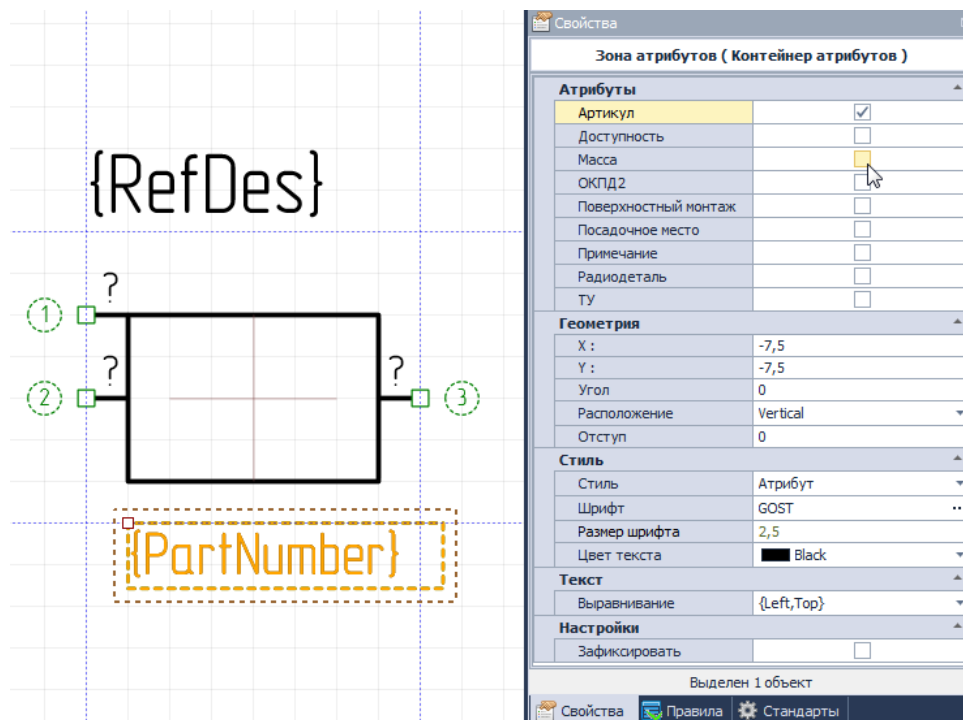

Рис. 8 Настройка зоны атрибутов УГО
1. Выбирается место для атрибутов (зона, обозначенная с помощью прямоугольника, изображенного пунктиром), и открывается панель «Свойства», см. Рис. 8.